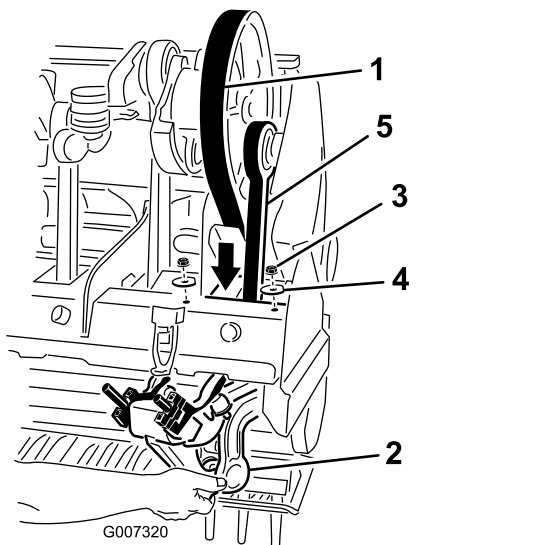

Bild 39
- Lösen und nehmen Sie die zwei Sicherungsmuttern und Scheiben ab, mit denen der RotaLink-Stoßdämpfer für den Stampfarm Nr. 1 befestigt ist (Bild 39).